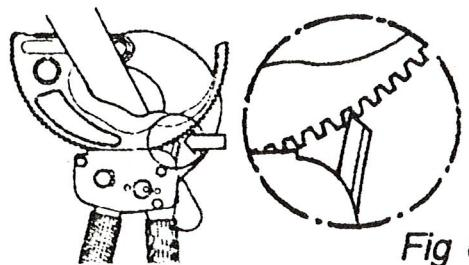

Fig 6.
4. Skärets kuggkrans måste haka i returspärren (fig 6).